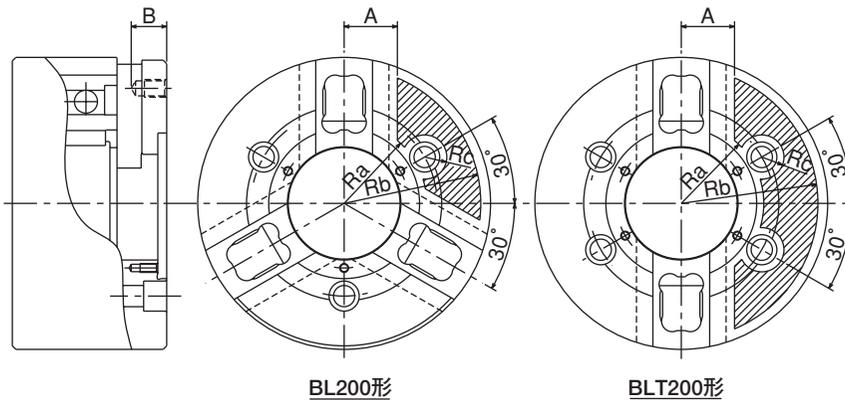

図 13
- ・チャックボデー表面にロケータや治具を取り付ける場合は、図13に示す追加工範囲内に穴明けを行ってください。